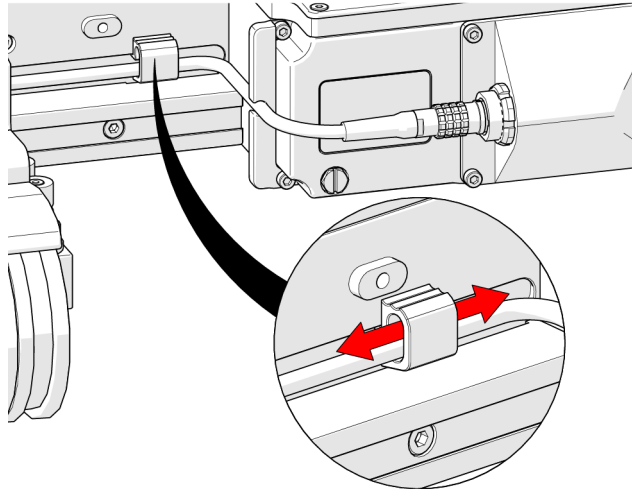

Abbildung 2-33 Verstellbare Kabelklemmen
- Führen Sie das Kabel durch die verstellbaren Klemmen am Rasterarm (siehe Abbildung 2-33 auf Seite 71).